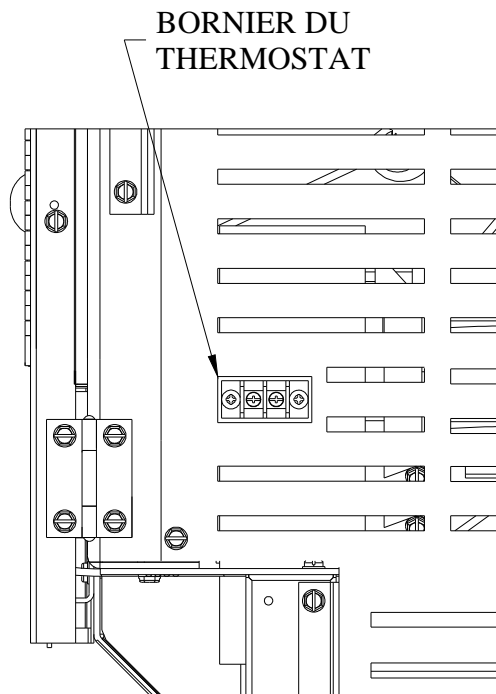

FIGURE 16
- Branchez les deux fils du thermostat au bornes situées sur le dos du poêle, vers le bas, à droite. Pour ce faire, il suffit de dévisser légèrement les deux vis et d'insérer les deux fils sur chaque borne. Resserez les deux vis (voir figure 16).